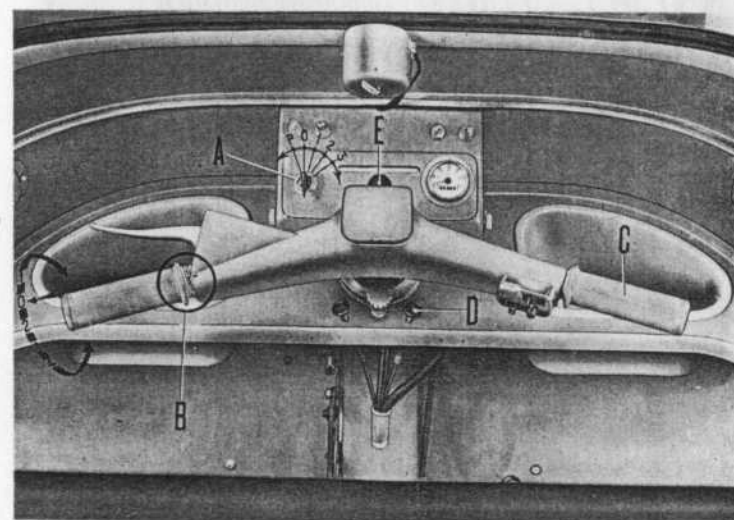

Fig. 8 - Operazioni per avviare il motore
1. Manopola e leva comando cambio e frizione - 2. Manopola comando gas - 3. Commutatore lampeggiatori e faro, con pulsante per clacson - 4. Interruttore comando tergicristallo elettrico - 5. Commutatore principale (ved. anche fig. 8 «A») - 6. Spia luci di posizione - 7. Spia lampeggiatori - 8. Spia riserva carburante - 9. Spia carica dinamo - 10. Leva comando retromarcia (posizione verso l'alto: marcia in avanti; verso il basso: marcia indietro) - 11. Comando starter - 12. Comando riscaldamento cabina - 13. Comando frenasterzo - 14. Leva freno a mano (di sicurezza) - 15. Pedale comando freno idraulico.
1. Manopola e leva comando cambio e frizione - 2. Manopola comando gas - 3. Commutatore lampeggiatori e fari, con pulsante per clacson - 4. Interruttore comando tergicristallo elettrico - 5. Commutatore principale (ved. anche fig. 8 «A») - 6. Spia luci di posizione - 7. Spia lampeggiatori - 8. Spia carica dinamo - 9. Spia riserva carburante - 10. Leva comando retromarcia (posizione verso l'alto: marcia in avanti; verso il basso: marcia indietro) - 11. Comando starter - 12. Comando riscaldamento cabina - 13. Comando frenasterzo - 14. Leva freno a mano (di sicurezza) - 15. Pedale comando freno idraulico.
COMANDI DISPOSITIVI D'ILLUMINAZIONE E SEGNALAZIONE	Per i comandi dei dispositivi d'illuminazione, il veicolo ha due commutatori: — il commutatore principale (ved. fig. 8 « A ») a chiave per l'accensione del motore, la marcia diurna e notturna e la sosta notturna. — il commutatore a due levette per lampeggiatori e luci faro (sulla destra del manubrio, fig. 8), con pulsante per il clacson. Per l'accensione delle luci di posizione e dei lampeggiatori il pilota è avvertito
AVVIAMENTO	<p>da apposite lampade di spia sul «cru-scottino» la cui intensità luminosa è regolabile, ruotando le relative «gemme» n. 6 e 7 di fig. 5.</p> <p>N. B. - Le «spie» 8 e 9 di fig. 5 sono rispettivamente relative alla carica dinamo e alla riserva carburante (ved. pag. 39 e 41).</p> <p>— La cabina di guida è munita di fanalino con interruttore per illuminazione abitacolo (in alto, a sinistra, nella cabina).</p> <p>Eeguire le operazioni da «A» ad «E» di Fig. 8. Non usare il dispositivo di «starter» a motore caldo; ad avviamento avvenuto riportare il pomello dello starter («D», fig. 8), in posizione normale.</p> <p>N. B. - Nel caso di batteria scarica, può essere tentata la «manovra a spinta» (vedere a pag. 36).</p>
PARTENZA	<p>Prima di avviare il veicolo verificare:</p> <ul style="list-style-type: none"> — che il freno a mano non sia bloccato — che la leva comando retromarcia (n. 10, fig. 5) sia in posizione «alto» oppure «basso», sotto le rispettive «tacche», a seconda che vi voglia procedere in avanti o in retromarcia. <p>Con motore al minimo, tirare quindi la leva della frizione e ruotare la manopola del cambio in posizione di 1.a velocità (ved. fig. 8, posiz. 1 della manopola). Per avviare il veicolo lasciare con dolcezza la leva della frizione e dare gas ruotando la manopola destra manubrio (n. 2 fig. 5).</p>
CAMBIO MARCE	<p>Togliere gas, tirare la leva della frizione e ruotare la manopola del cambio nella posizione della marcia superiore o inferiore (fig. 8).</p>
ARRESTO DEL MOTORE	<p>Prima di fermare il motore, portare il cambio in « folle »; quindi ruotare la chiavetta dell'interruttore d'accensione in posizione « 0 » (ved. fig. 8).</p>